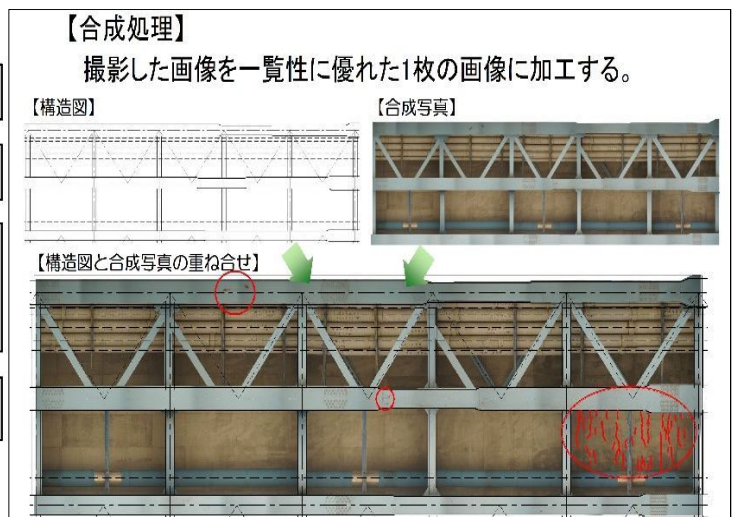

図2 写真合成処理
- 合成処理加工された画像は、ひずみの無い一覧性に優れた1枚の画像となることから、設計図面と合成処理画像が概ね一致(図2)。